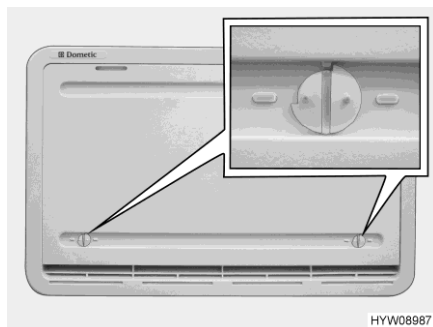

Bild 144 Vinterskydd
**Vinterskydd** När kylskåpet ska vara i drift vid låga utetemperaturer, rekommenderar tillverkaren användning av ett vinterskydd (Bild 144) för kylskåpets ventilationsgaller.
- Öppna båda lås (Bild 144) (noten står horisontellt).